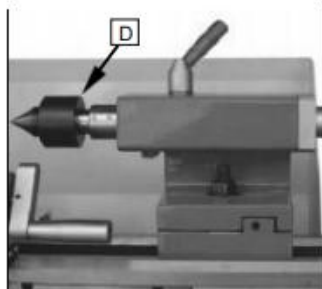

Fig. 29
5. Draai de moer (D, Afbeelding 29) van de leidspindel of de noten (E, Afbeelding 19) vanuit het kwadrant bouten om te
De live centrum is gemonteerd in bal lagers. Het gebruik ervan is zeer aan te bevelen voor draaien bij snelheden boven de 600 Toerental. (Afbeelding 29)